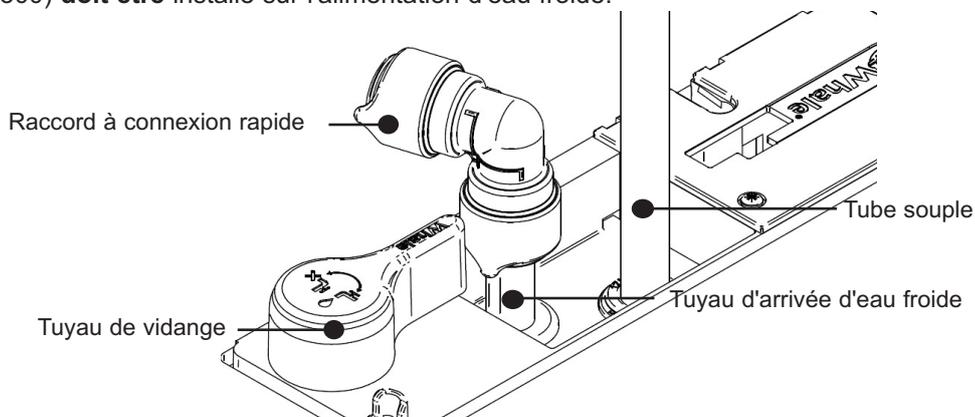

Fig. 30 Connexion à l'arrivée d'eau froide
Étape 8 Raccordez à l'alimentation d'eau froide (voir la Fig. 30)